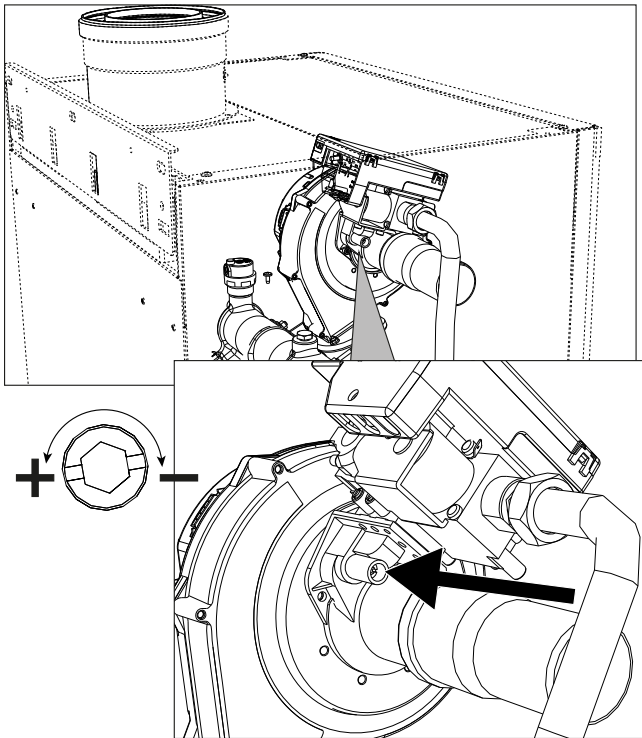
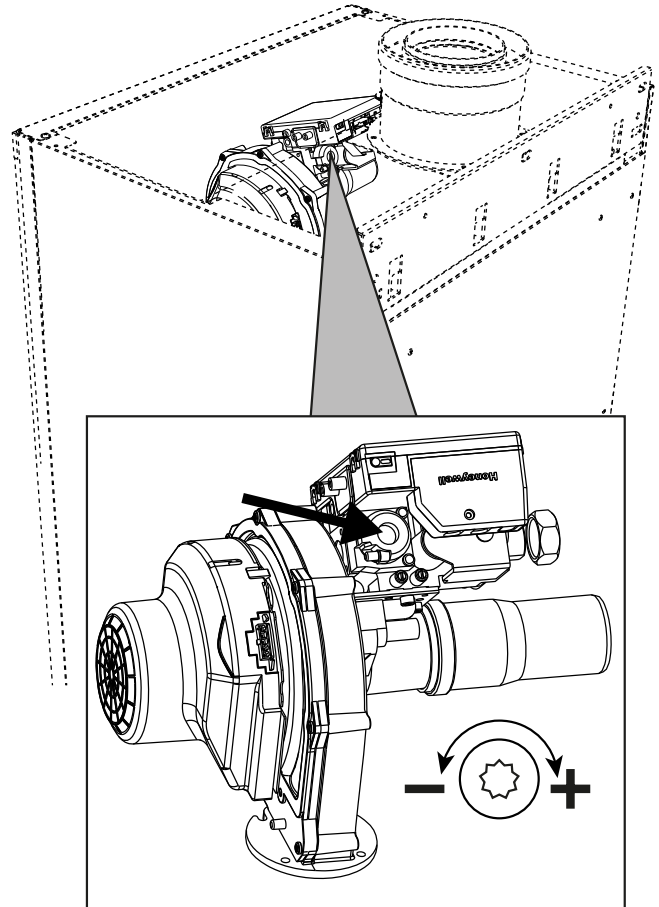
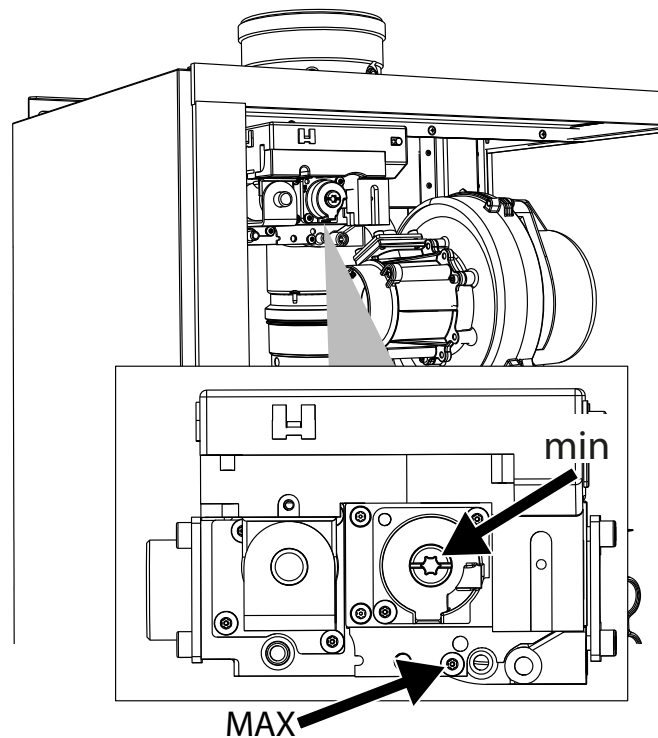

fig. 73- Reglarea maximă la modelele W 60 i W 80
fig. 74- Reglarea minimă la modelele W 60 i W 80
fig. 75- Reglarea maximă i minimă la modelele W 99, W 120 i W 150
- În cazul în care valorile sunt diverse de cele indicate, reglați CO₂ cu ajutorul șurubului de reglare a maximului, aducându-l la valorile de CO₂ indicate. Vezi **fig. 73** pentru modelele **W 60 și W 80** sau **fig. 75** pentru modelele **W 99, W 120 și W 150**.
- În cazul în care valorile CO₂ sunt diverse de cele indicate, reglați delicat cu ajutorul șurubului de „OFFSET” minim, verificând ca valoarea CO₂ să fie corectă. Vezi **fig. 74** pentru modelele **W 60 și W 80** sau **fig. 75** pentru modelele **W 99, W 120 și W 150**.